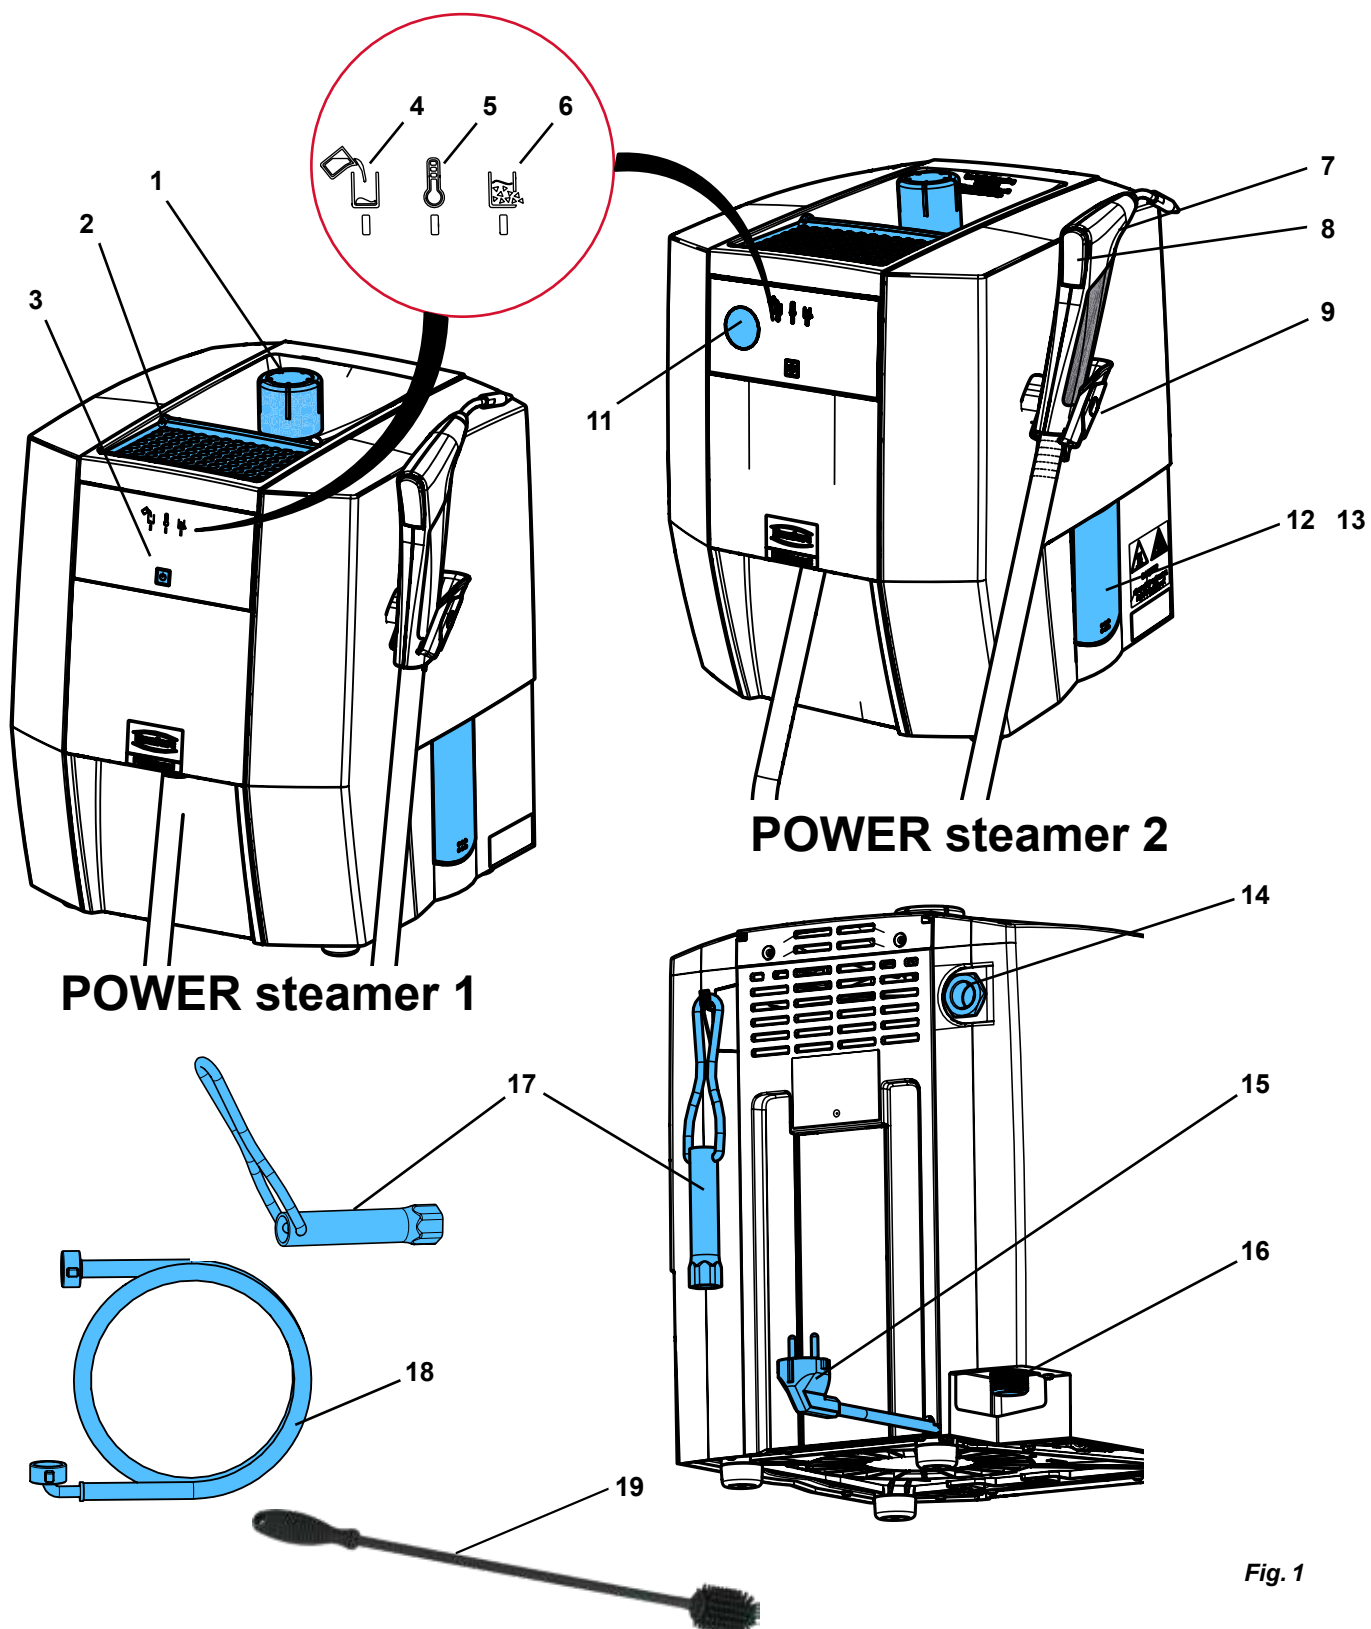

Fig. 1
- ▶ Montar o equipamento de tal forma que, no caso de uma saída de vapor pela abertura de saída da válvula de sobrepressão (14, Fig. 1), não haja perigo.
Os modelos de gesso ou modelos de revestimento podem ser colocados na bandeja do modelo (2, Fig. 1) para secar.
⇒ Aparafusar a tampa do tanque (1, Fig. 1).
Montar o equipamento de tal forma que, no caso de uma saída de vapor pela abertura de saída da válvula de sobrepresão, (14, Fig. 1) não haja perigo (por ex. não instalar o equipamento à frente de uma tomada).
A abertura de saída da válvula de sobrepresão (14, Fig. 1) não pode estar fechada nem bloqueada de qualquer outro modo.
Perigo devido a vapor de água sob pressão! Antes de abrir a tampa de inspeção, garantir que o recipiente de pressão já não está pressurizado. Abrir e remover a tampa do tanque (1, Fig. 1) para o efeito.
- ⇒ Montar o equipamento de tal modo que possa escoar água pela abertura de inspeção (12/13, Fig. 1) para uma bacia.